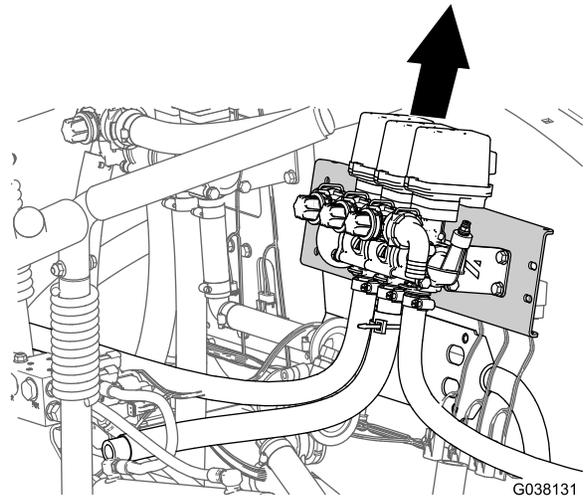

Bild 19
2. Heben Sie die Auslegerabschnittventile, Zulaufschläuche und die Abschnittventil-Halterung von der Maschine ab (Bild 19).